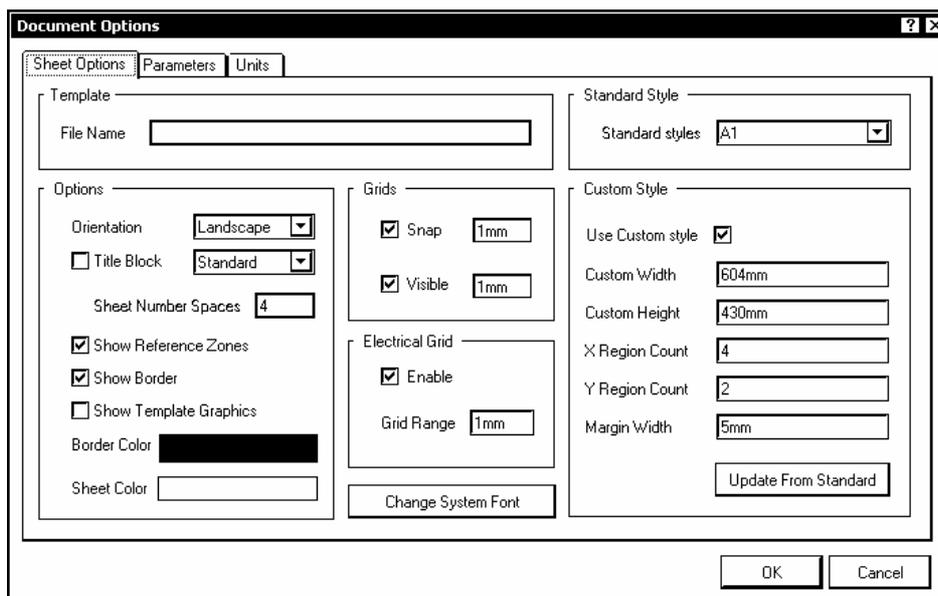

Рис. 4.1
1. Активизировать команду главного меню Design>>Document Options. Открывается диалоговое окно Document Options с тремя панелями-закладками – Sheet Options – настройки листа, Parameters – реквизиты документа и Units – система единиц измерения (рис. 4.1).
1. Активизировать диалог настройки параметров документа (см. рис. 4.1) и открыть закладку Parameters. На данной закладке открывается список так называемых реквизитов документа – записей, относящихся к разрабатываемому проекту и также размещаемых в графах основной надписи.
3. Щелчком правой клавиши мыши открыть контекстное меню и активизировать последовательность команд Options>>Document Parameters. открывается диалоговое окно Document Options (см. рис. 4.1) с активной закладкой Parameters.
8. В дереве функций в левой половине окна рис. 4.1 выбрать ветвь Schematic>Graphical Editing, после чего в правой половине окна активизировать опцию Convert Special Strings. Закрыть диалог настройки функций (ОК).